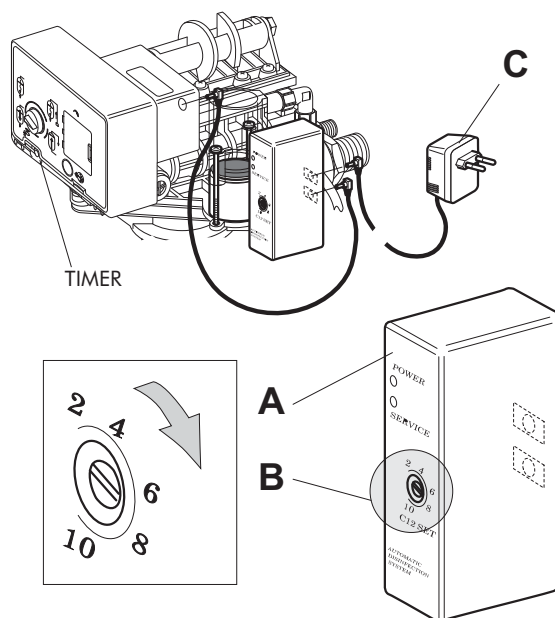

Fig. 14
Ledul rosu indica starea 'producatorului de clor' si se va aprinde numai pe durata circulatiei saramurii (vezi Fig.14 pag.13).
- Reglati cu ajutorul unei surubelnite potentiometrul centralinei corespunzator volumului de rasina al statiei - vezi tabela (fig.14 pos.B pag.14)